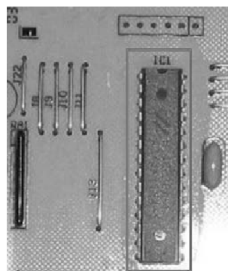

图 5-55 主控芯片 IC1
3) 若复位晶振起振，则检查主控芯片 IC1（见图 5-55）是否损坏。